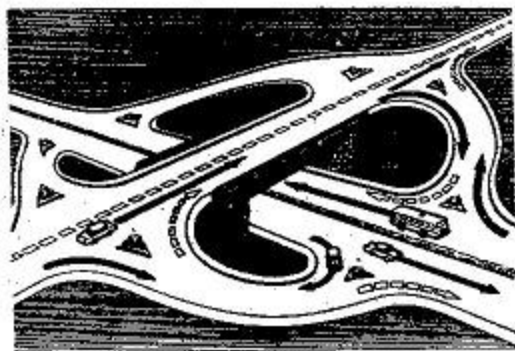

Рис. 15. Пересечение дорог в разных плоскостях
Дороги так же, как и улицы, могут пересекаться на одном или на разных уровнях (рис. 15).
**Маневрирование.** При перестроении водитель обязан уступить дорогу транспорту, движущемуся попутно в прямом направлении (рис. 15). Если перестроение осуществляется одновременно в соседних рядах, преимущество имеет водитель, находящийся справа. На перекрестке поворот должен производиться так, чтобы при выезде с перекрестка транспорт не оказался на полосе встречного движения; при повороте направо транспорт должен двигаться по возможности ближе к правому краю проезжей части. При повороте налево (развороте) вне перекрестка водитель должен уступить дорогу встречным транспортом и трамваю попутного направления. Разворот запрещается на обозначенных пешеходных переходах и ближе 15 м от перекрестка.